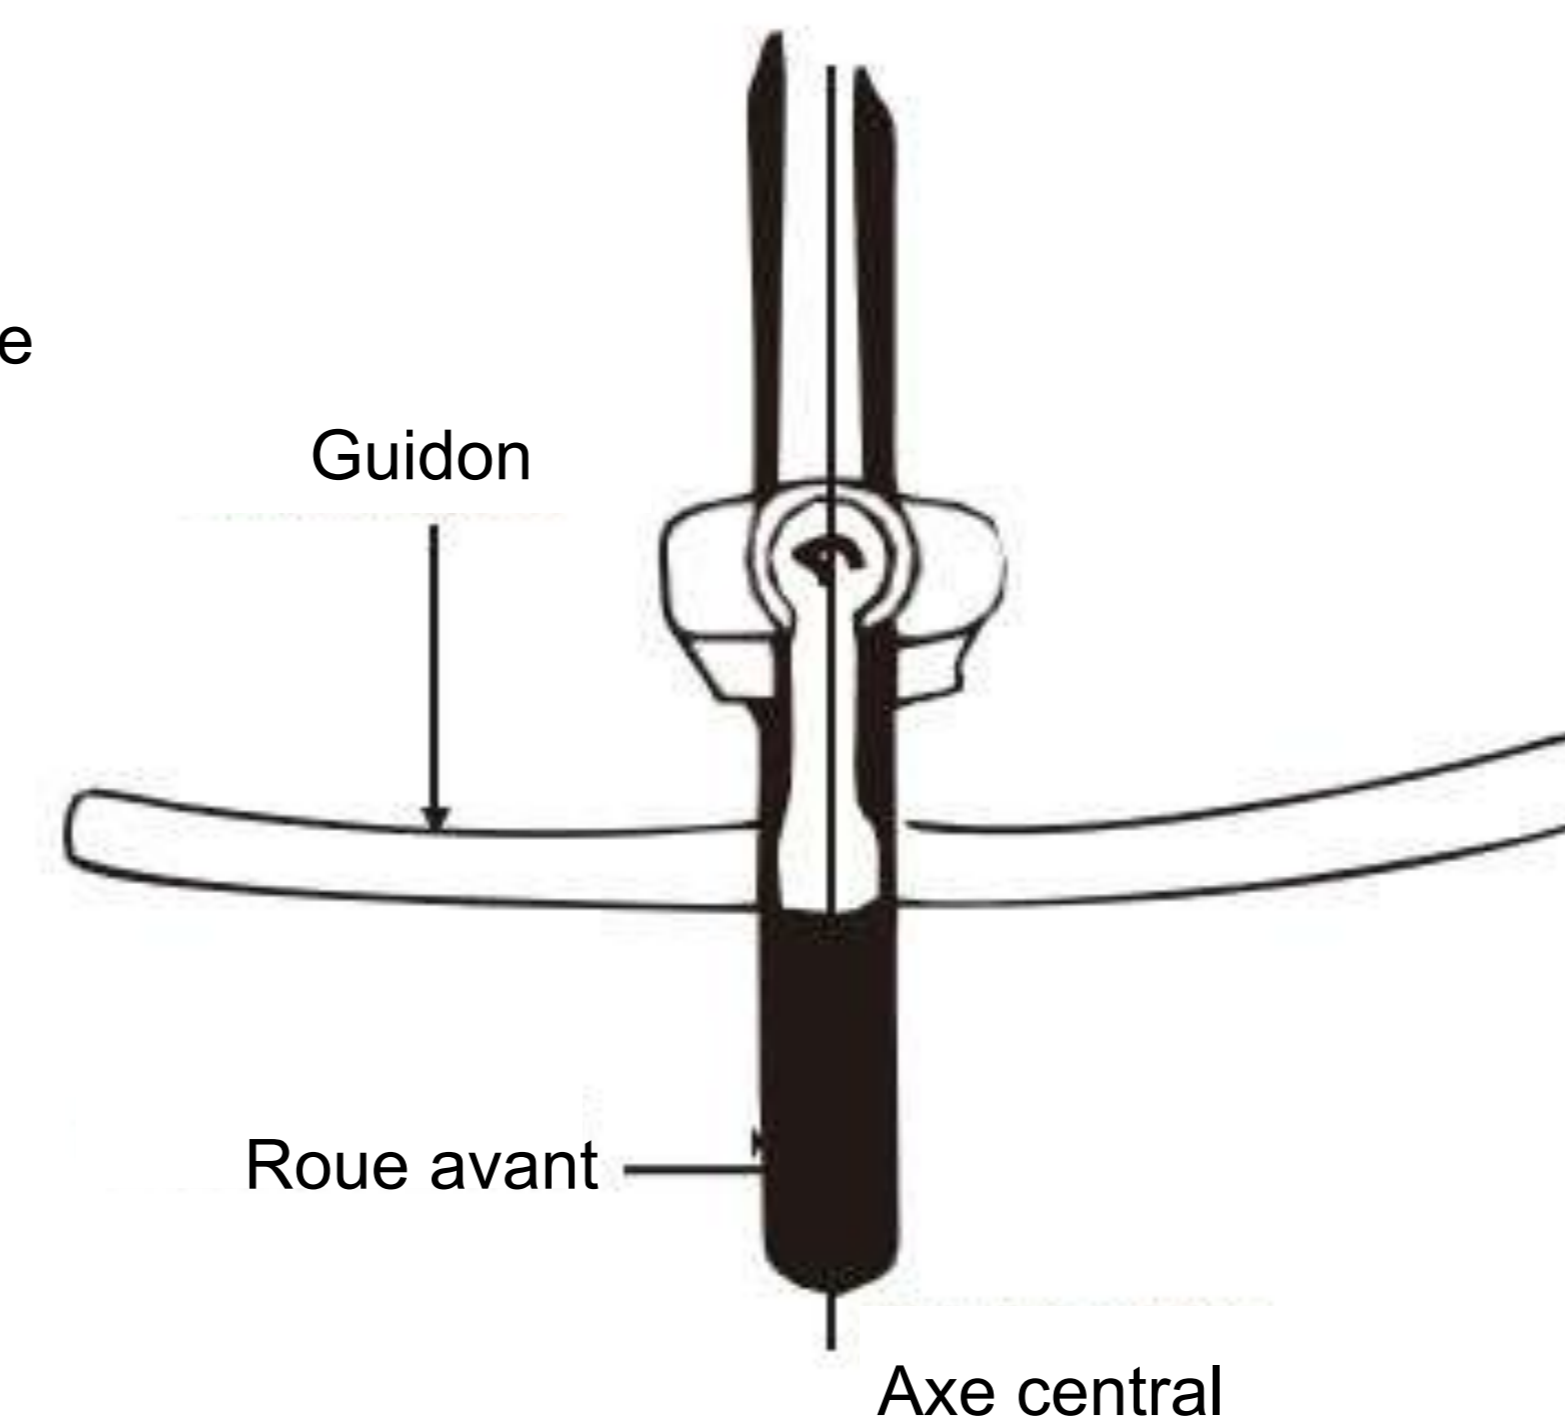

Fig.10
2. Alignez la potence du guidon avec la roue avant (voir fig.10). Serrez fermement le boulon expandeur à l'aide d'une clé réglable.
6. Assurez-vous que votre guidon et votre potence sont correctement serrés avant de rouler. Le guidon ne doit pas tourner dans la potence. Lorsque vous chevauchez et saisissez la roue avant entre vos genoux, le guidon ne doit pas pouvoir tourner lorsque vous exercez une pression horizontale. Reportez- vous à (fig. 10)